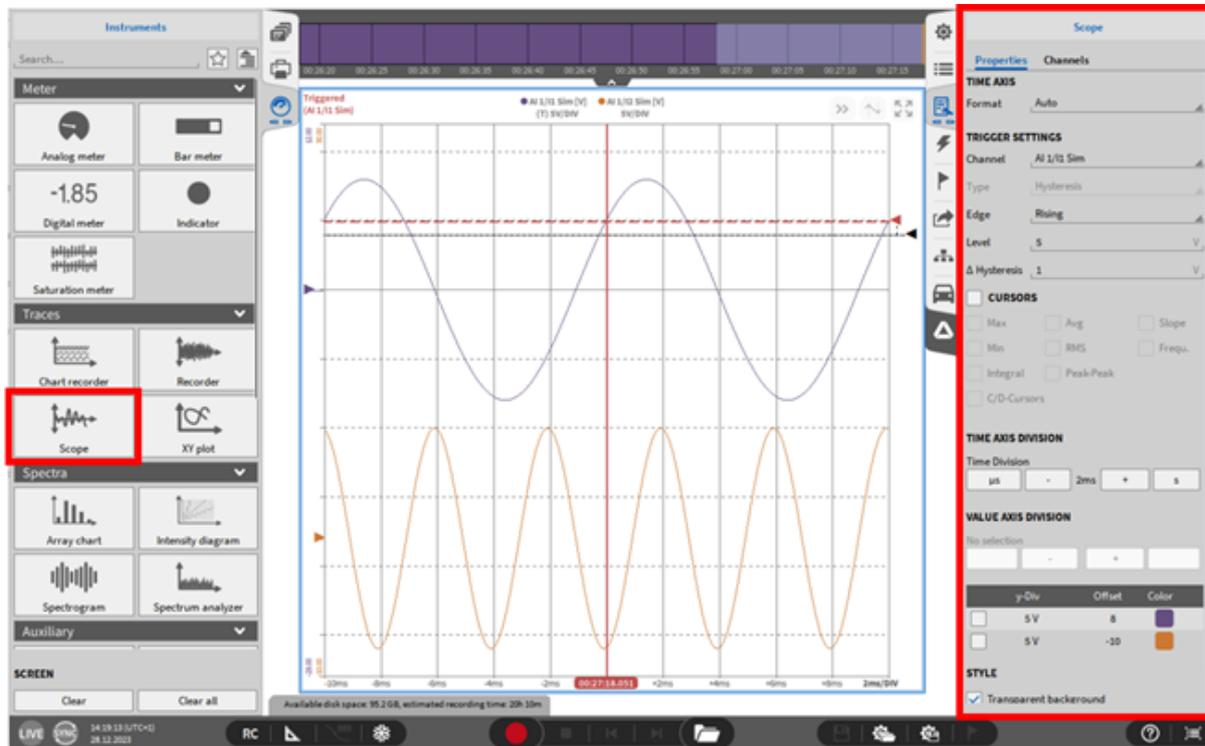
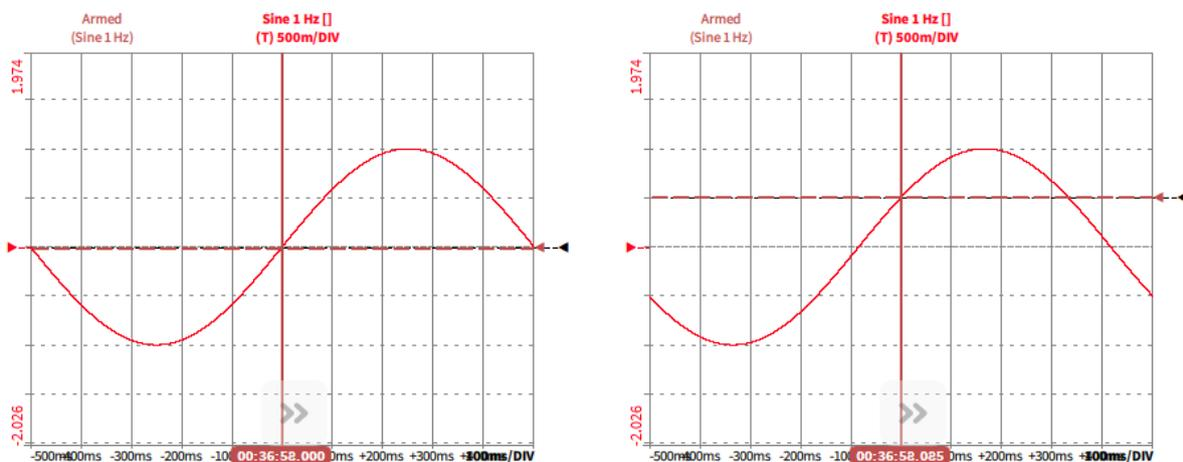

Abb. 8.36: Oszilloskop - Übersicht
Abb. 8.38: Trigger auf die steigende Flanke mit Schwellwert 0 (links) und +0.5 (rechts)
- Der Schwellwert des Triggers kann hier eingestellt werden oder mit dem Level Cursor (siehe Abb. 8.36) jedoch muss der Schwellwert innerhalb des Signalbereichs liegen. Abb. 8.38 zeigt eine 1 Hz Sinuskurve mit einer Amplitude von ± 1 , welche auf eine steigende Flanke getriggert wird mit einem Schwellwert von 0 und +0.5.
- In der Δ Hysteresis Auswahl kann ein Level definiert werden, welches überschritten werden muss, bevor ein neuer Trigger ausgelöst wird. Dies kann unerwünschte Triggerereignisse durch Rauschen verhindern. Das Δ Hysteresis-Level kann auch mit dem Hysteresis Cursor definiert werden (siehe Abb. 8.36).
- Offset Cursors (siehe Abb. 8.36) können verwendet werden um die angezeigten Signale vertikal zu verschieben. Diese Funktion beeinträchtigt nicht die Phasengenauigkeit.